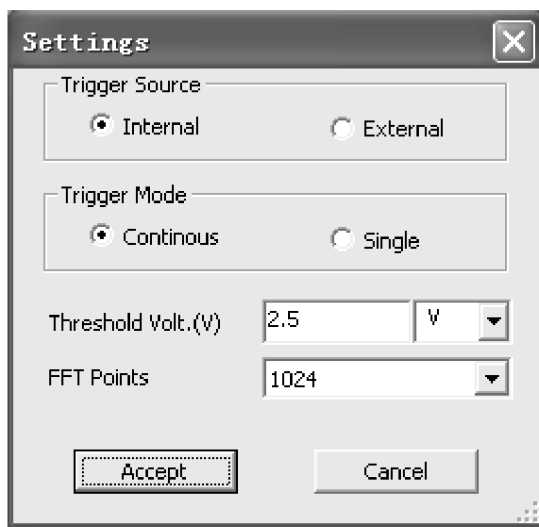

图 3-49 Setting 对话框
(4) Resolution Freq. 区：设定频率的分辨率。
(5) 频谱分析仪的下部有 5 个按钮，用以控制其运行：单击 **Start** 按钮开始分析；单击 **Stop** 按钮停止分析；单击 **Reverse** 按钮使波形显示区的背景颜色反色；单击 **Show Refer** 按钮显示参考值；单击 **Set...** 按钮将弹出 Settings 对话框，如图 3-49 所示。